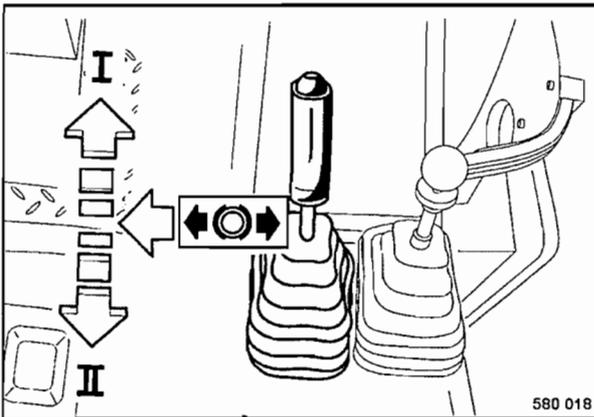

Fig. 111
- Desbloquear la palanca de marcha (Fig. 111) hacia la izquierda, pero no desplazarla en posición "I" ó "II".